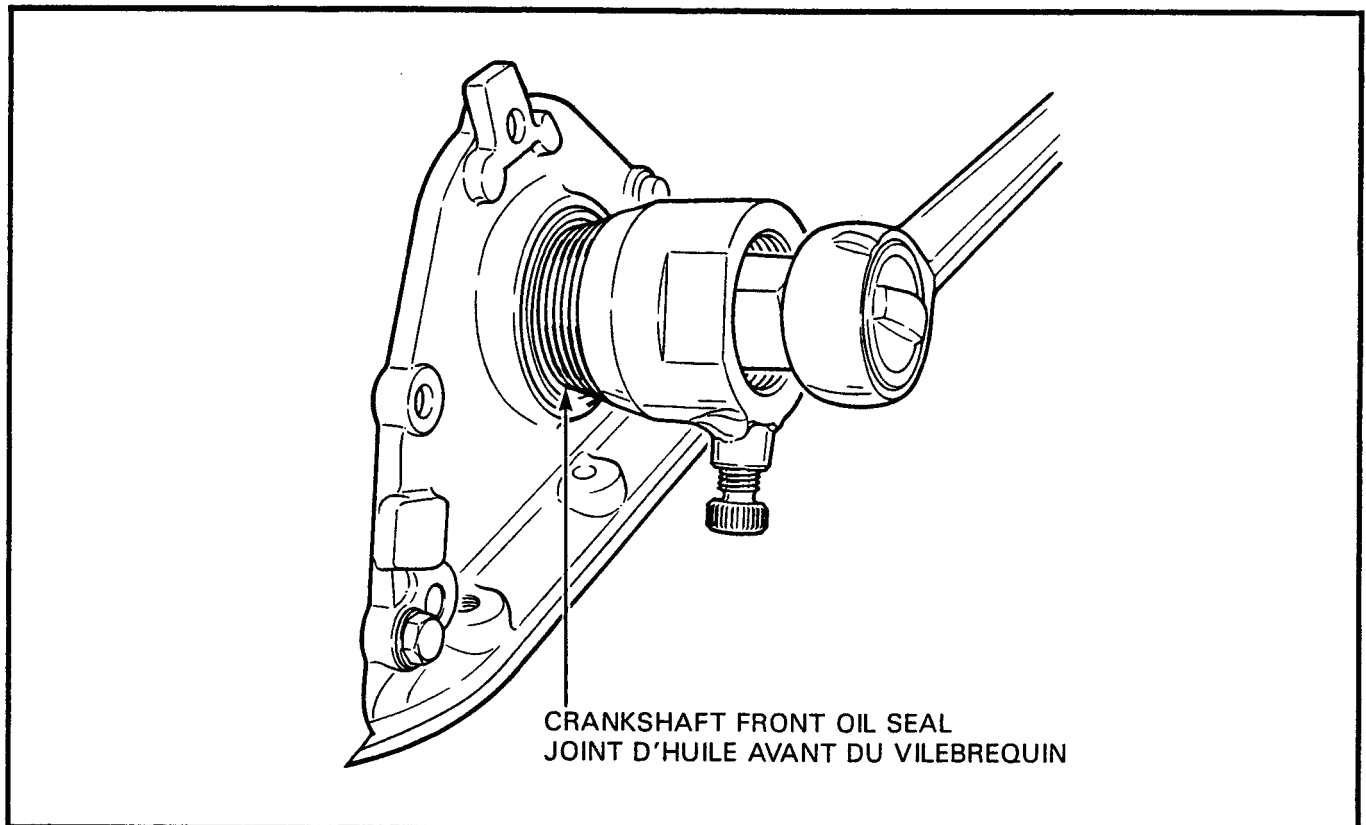

Figure 2-6-28 Removal of Crankshaft Front Oil Seal
- g. Using a suitable tool, remove the front oil seal from the sealing flange, see Figure 2-6-28.
- g. Au moyen d'un outil approprié, déposer le joint d'huile avant de la bride d'étanchéité, voir figure 2-6-28.